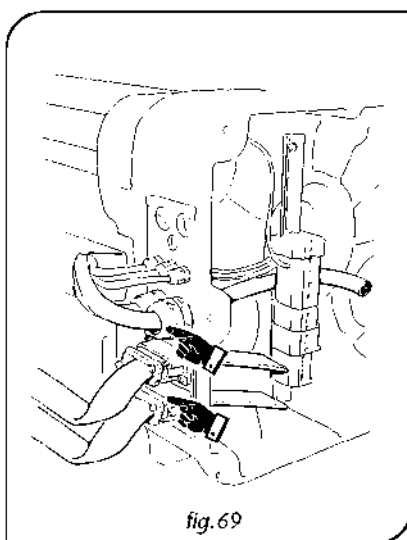

fig. 69
- **Bez urządzeń sterujących, jako że sterowanie nią zostało zaprojektowane w postaci zewnętrznego panelu sterującego. Na życzenie, wciągarka typu DRH może być wyposażona w szkielet podłączeń i okablowania wszelkich zastosowań elektrycznych dla wciągarki (rys. 69).**
4. Doprowadzić wszystkie kable elektryczne, które muszą być zaciśnięte za pomocą odpowiednich zacisków kablowych, jeśli wciągarka została wyposażona w szkielet połączeń (rys. 69).